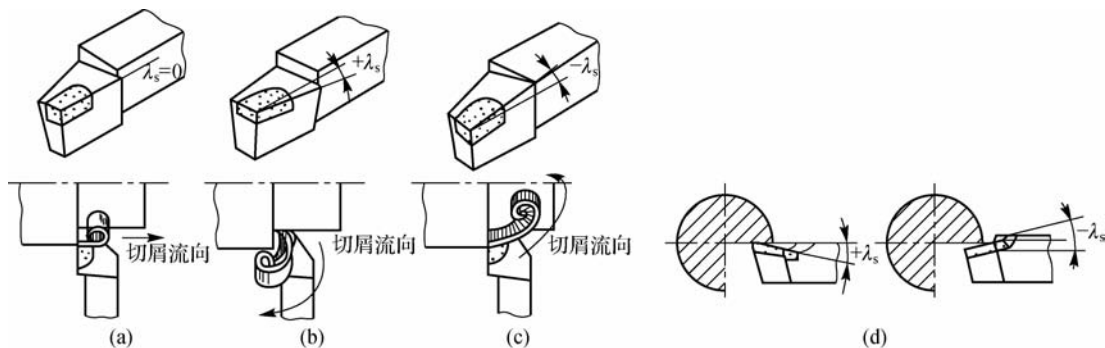

图 5-30 刃倾角及其作用
② 主偏角的选择原则。在工艺系统刚度允许的情况下,选择小的主偏角,这样有利于提高刀具的寿命。
(4) 副偏角的功用和选择。
① 副偏角的功用。副偏角的功用主要是减小副切削刃和已加工表面的摩擦。副偏角减小,可以显著降低残留面积的高度,降低工件表面粗糙度,同时刀尖角 ϵ_r 增大,散热条件好转,从而提高刀具寿命。但副偏角过小会增加副后刀面与工件之间的摩擦,并使径向力增大,易引起振动。
② 副偏角的选择。副偏角主要根据工件已加工表面的粗糙度要求和刀具强度来选择,在不引起振动的情况下,尽量取小值。但对于切断刀、锯片刀来说,为保证刀头强度,只能取很小的副偏角,一般取 $\kappa'_r = 1^\circ \sim 2^\circ$ 。
(5) 刃倾角的功用及选择。
① 刃倾角的功用。刃倾角的主要作用是控制排屑方向,如图 5-30 所示。当刃倾角为负值时,可增加刀头的强度,并在车刀受冲击时保护刀尖。刃倾角还会影响前角及切削刃的锋利程度。增大刃倾角能使切削刃锋利,并可切下很薄的金属层。
刃倾角有正、负和零之分。当主切削刃和基面平行时,刃倾角为零,切削时,切屑基本上朝垂直于主切削刃的方向排出,如图 5-30(a)所示。当刀尖位于主切削刃最高点时,刃倾角为正值。切削时,切屑朝工件待加工面的方向排出,如图 5-30(b)所示。切屑不易擦伤已加工表面,工件表面粗糙度值较小,但刀尖强度较差。尤其是车削不连续的工作表面时,由于
冲击力较大,刀尖易损坏。当刀尖位于主切削刃最低点时,刃倾角为负值。切削时,切屑朝工件已加工表面的方向排出,如图 5-30(c)所示,容易擦伤已加工表面,但刀尖强度高。在车削有较大冲击力的工件时,最先承受冲击的着力点在远离刀尖的切削刃处,从而保护了刀尖,如图 5-30(d)所示。